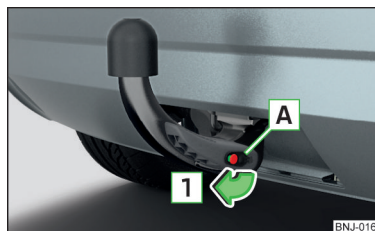

Fig. 137
- Îndepărtați apărătoarea **A** de pe încuietoare, în sensul săgeții **1** » fig. 137.